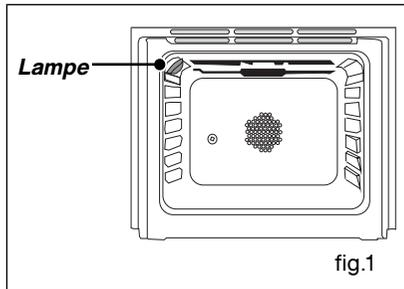
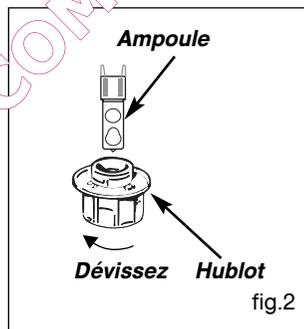

fig.1
fig.2
Décrochez le gradin fil (fig.2) à l'avant en le soulevant (schéma A fig.1). Tirez vers soi l'ensemble du gradin, le soulever afin de décrocher l'attache de fixation arrière (schéma B fig.1). Le sortir des 2 trous (C fig.2) de la paroi catalytique et du moufle du four. Retirez ensuite la paroi catalytique (A fig.2). Remplacez les nouveaux éléments (gradins) en effectuant les opérations inverses.
Dévissez complètement la vis (E fig.2) située en haut de la paroi du fond (D fig.2). Inclinez la paroi vers l'avant afin de la retirer du moufle. Remplacez la nouvelle paroi en effectuant les opérations inverses.
A l'intérieur du four (fig.1).
- Dévissez le hublot vers la gauche (fig.2),
Les éventuelles interventions sur votre appareil doivent être effectuées par un professionnel qualifié dépositaire de la marque. Lors de votre appel, mentionnez la référence complète de votre appareil (modèle, type, numéro de série). Ces renseignements figurent sur la plaque signalétique (fig.1).